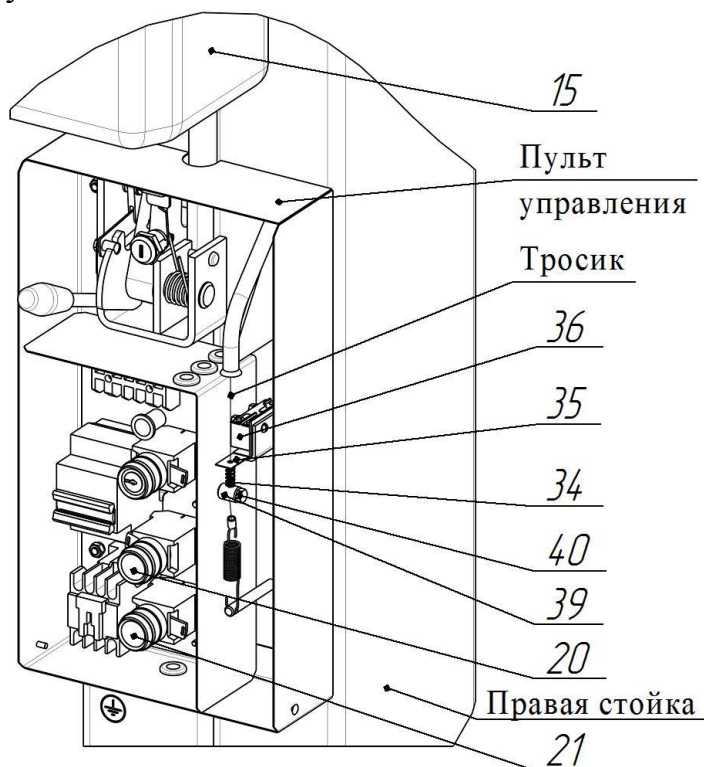

Рисунок 8 – Система автоматического отключения насосной станции при достижении каретки крайнего верхнего положения
6.12.1 Система автоматического отключения привода насосной станции 15 при достижении каретки 4 крайнего верхнего положения (← 1745 мм от основания стойки) установлена и отрегулирована на предприятии-изготовителе (см. рисунок 8).